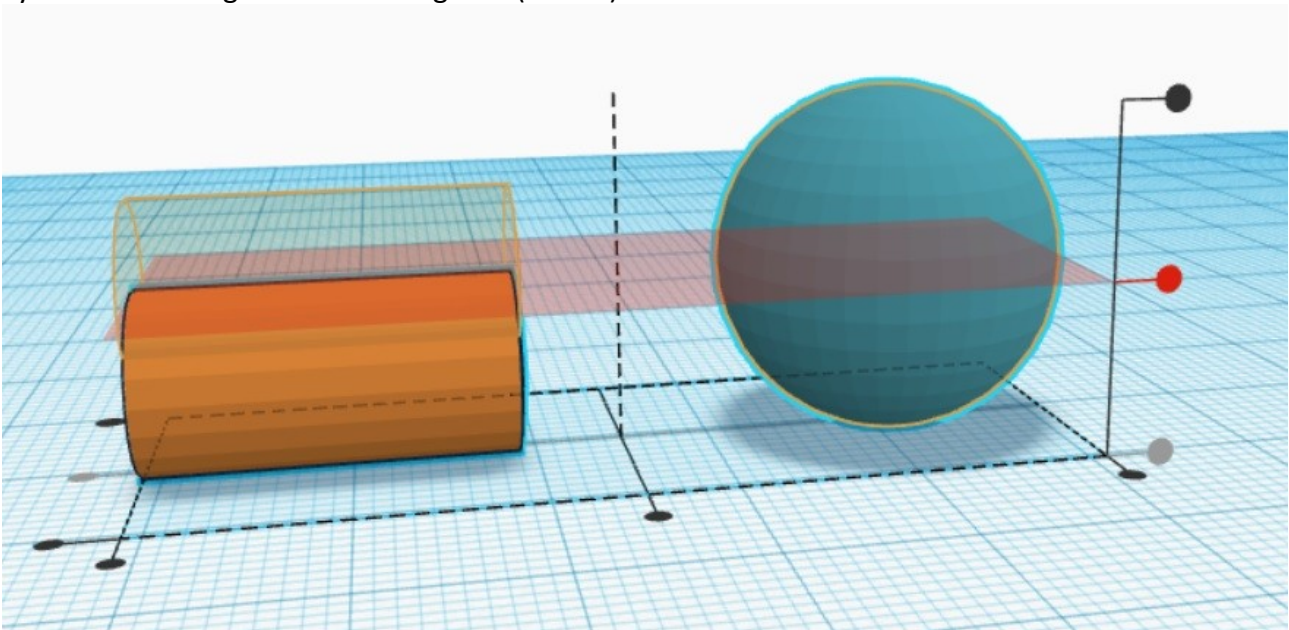

Abb. 5: Das Ausrichten der beiden Objekte
5. Zylinder und Kugel werden über Shift + Linksklick beide markiert. In der Leiste oben rechts wird nun die Funktion „Ausrichten“ angewählt. Die beiden Objekte werden so ausgerichtet, dass der Zylinder auf mittlerer Höhe der Kugel ist (Abb. 5).